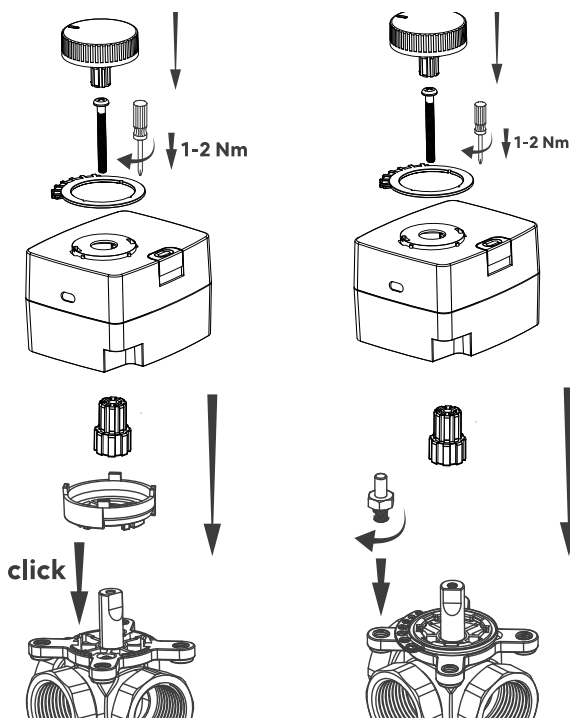

Рис. 2. Последовательность установки привода на кран. Клацання фіксатора означає, що адаптер сів у робоче положення
3. Поверніть показник адаптера в положення 45° і переконайтеся, що рукоятка привода теж стоїть на 45° — див. рис. 2.